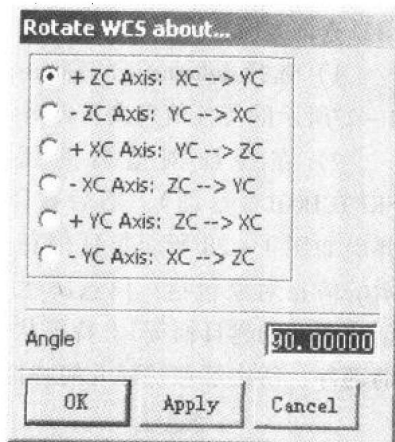

图 1-19 旋转 WCS 对话框
(3) 旋转 WCS 选择 WCS → Rotate, 弹出旋转对话框, 如图 1-19 所示。对